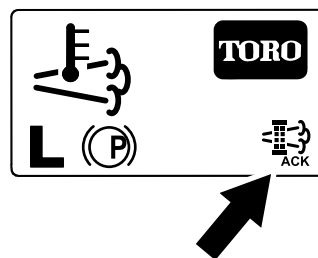

Figura 64
8. InfoCenter afiează ecranul de pornire i pictograma de confirmare a regenerării (Figura 64) apare în colul din dreapta jos al ecranului pe măsură ce procesele de regenerare sunt în curs de desfășurare.